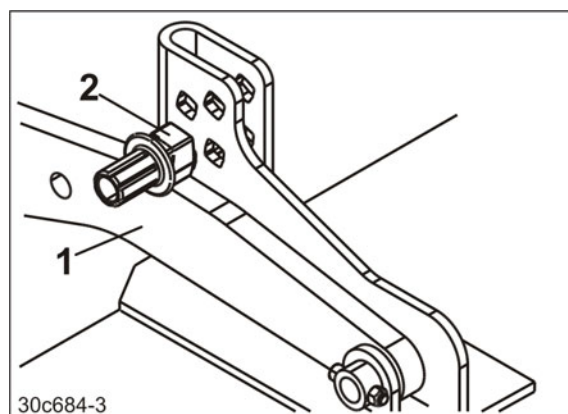

Рис. 84
- Кронштейны (Рис. 84/1) опираются на пальцы регулировки глубины (Рис. 84/2).